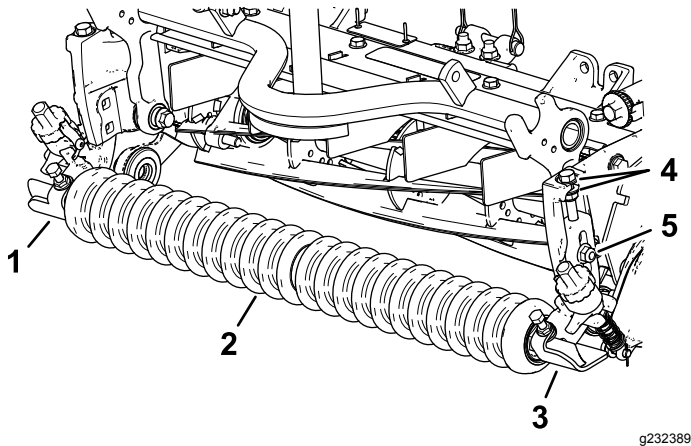

図 9
1. 左右の刈高ブラケットアセンブリと前ローラアセンブリを、カッティングユニットのサイドプレートに仮取めする先ほど取り外したキャリッジボルトとロックナットを使用する 図 9。